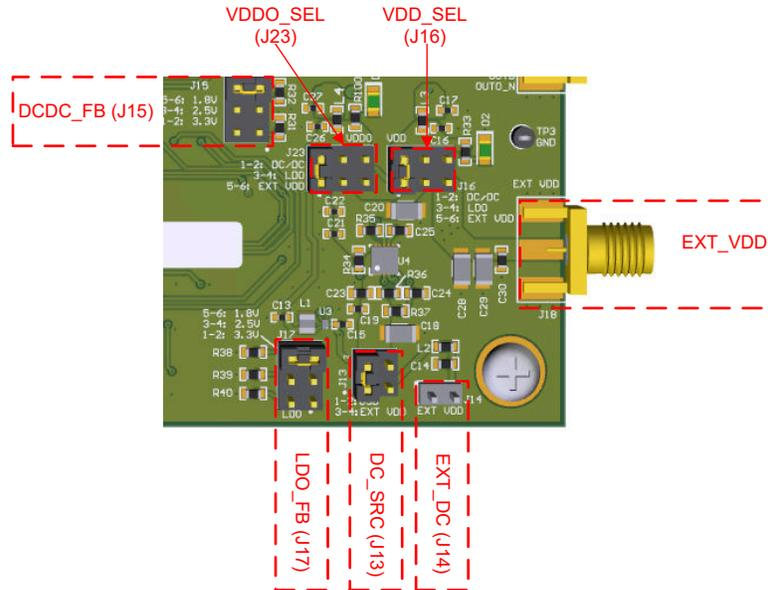

图 2-2. LMK3H0102EVM 电源跳线
LMK3H102 具有 1 个 VDD (模拟/数字内核) 电源引脚, 工作电压范围为 1.8V 至 3.3V ($\pm 5\%$), 以及 2 个 VDDO (输出) 电源引脚, 工作电压范围为 1.8V 至 3.3V ($\pm 5\%$)。EVM 上的 VDD 和 VDDO 电源平面可由单电源或双电源供电。每个平面均可直接由外部电源、板载直流/直流转换器或板载 LDO 供电。尽管 LMK3H0102 已集成 LDO 稳压器以实现出色的电源纹波抑制 (PSRR), 但 EVM 的板载稳压器 (U3 和 U4) 允许用户使用更高的电源电压 (例如 5V) 为 EVM 供电, 并支持通过跳线选择 VDDO 电压。LMK3H0102EVM 可以通过 USB 供电, 无需外部电源, 因为板载稳压器的 5V 电源可以通过 USB 端口供电。图 2-2 展示了如何通过配置电源端子和跳线将外部电源或板载稳压器独立路由至 VDD 和 VDDO 平面。
- 确认已按照图 2-2/表 2-1 设置 EVM 默认电源配置，以便使用板载直流/直流转换器 (VDD = VDDO = 3.3V) 为 LMK3H0102 供电。